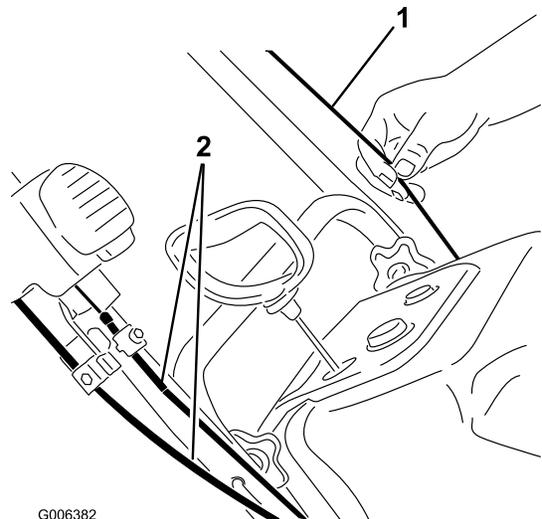

Bild 6
**Wichtig:** Achten Sie darauf, dass der Bowdenzug oder die Quick Shoot™ Kabel nicht eingeklemmt oder abgeknickt sind (Bild 6).